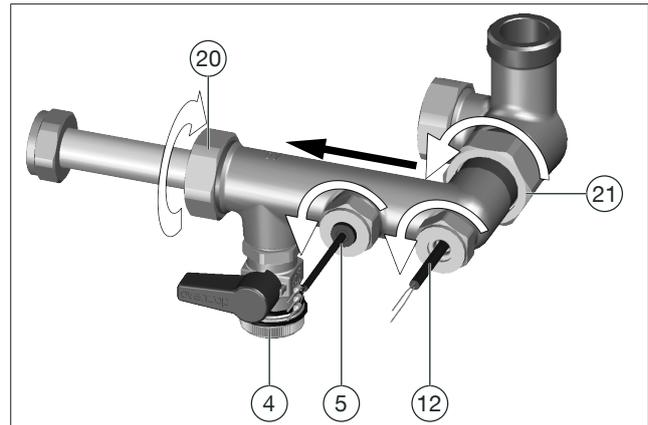

Abb. 37: Messturbine reinigen
7. Lösen Sie die Überwurfmutter des Volumenstromsensors Trinkwasserkreis VTY 20 (Position (5) in Abb. 37 auf Seite 42) mit einem Maulschlüssel SW 24.
8. Lösen Sie die Überwurfmutter des Temperatursensors Trinkwasser kalt/Zirkulation S3 (Position (12) in Abb. 37)
9. Ziehen Sie den Volumenstromsensor Trinkwasserkreis VTY 20 (Position (5) Abb. 37 auf Seite 42) und den Temperatursensor Trinkwasser kalt/Zirkulation S3 (Position (12) in Abb. 37 auf Seite 42) vorsichtig aus der Armatur.
11. Lösen Sie die Überwurfmutter Vorlauf Trinkwasser kalt (Position (21) in Abb. 37 auf Seite 42) mit einem Maulschlüssel SW 38.
12. Lösen Sie die Überwurfmutter Wärmeübertragerseite (Position (20) in Abb. 37) mit einem Maulschlüssel SW 37.
Leiten Sie das fließende Wasser entgegengesetzt zur Durchflussrichtung durch die Armatur (aus Richtung der Position (20) in Richtung der Position (21) in Abb. 37 auf Seite 42). Hierzu eignet sich insbesondere ein Wasserschlauch mit entsprechender Spritzdüse.
4. Bauen Sie den Volumenstromsensor Trinkwasserkreis VTY 20 (Position (5) in Abb. 37 auf Seite 42) und den Temperatursensor Trinkwasser kalt/Zirkulation S3 (Position (12) in Abb. 37 auf Seite 42) ein.